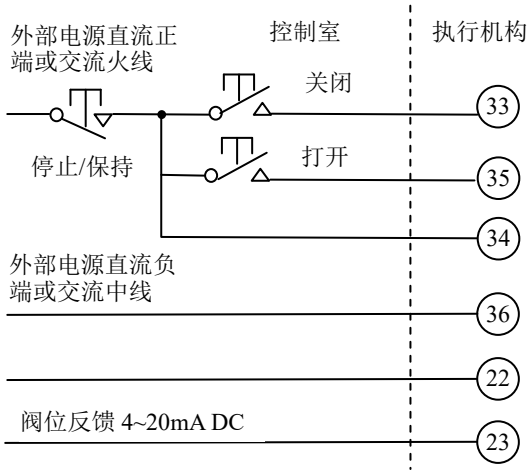

图 15-6 保持式打开、关闭、停止控制
15.2.2 图 15-4~图 15-6 为外部 24~60V 直流或交流供电